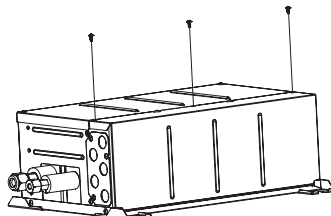

Fig. 4-5
4.1. Il est possible de modifier la direction des tuyaux. (Fig. 4-4). [Procédures de travail] (Fig. 4-5)
① Retirer les vis de chaque pièce.